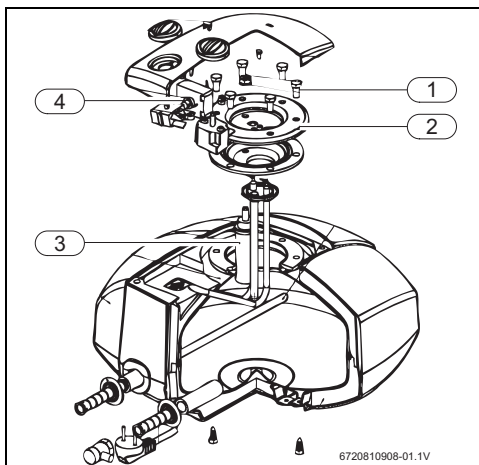

Рис. 13 Доступ во внутреннее пространство и обозначение деталей
- ▶ Полностью нажмите кнопку разблокировки (→ рис. 13, [4]).